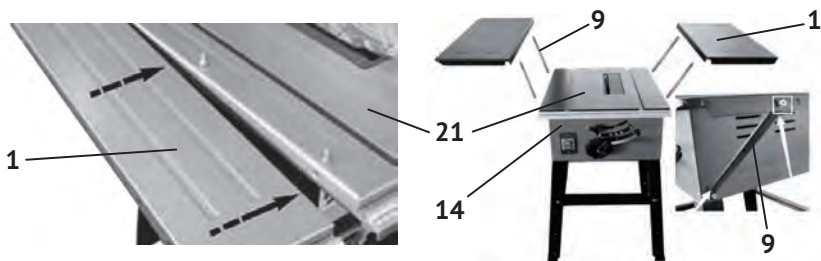

рис.3
### 2.1.2 Монтаж дополнительных столов (см. рис.3):
- прикрутить, не затягивая окончательно, бортики дополнительных столов (рис.3 поз.1) к бортикам рабочего стола (рис.3 поз.21) винтами с внутренним шестигранником;
- скрепить корпус (рис.3 поз.14) пилы и бортик дополнительного стола упорами (рис.3 поз.9);